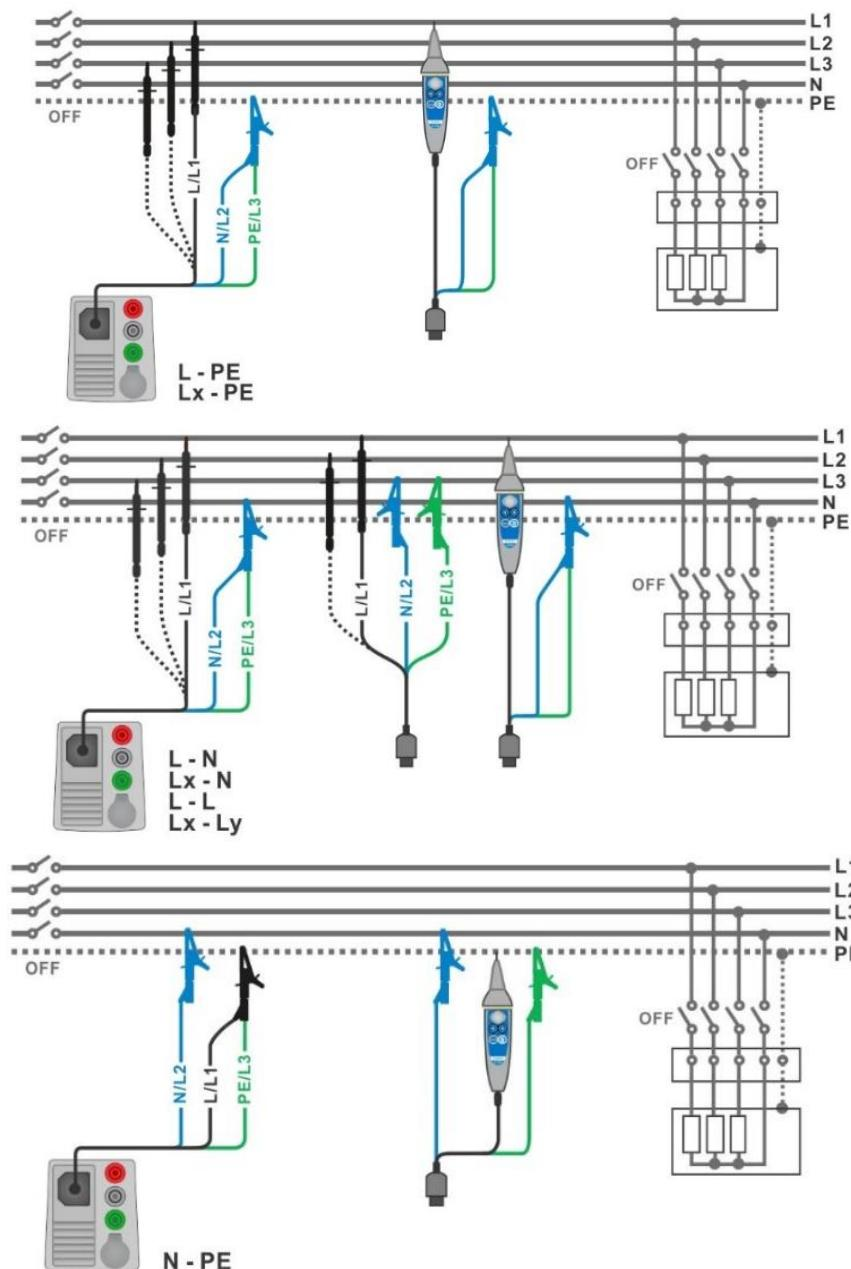

Fig. 4.7: Forbindelser med 3-leder testledninger og Tip commander ( $U_N \leq 1 \text{ kV}$ )
- Forbind testledninger til installationen der skal testes (se **Fig. 4.7**).